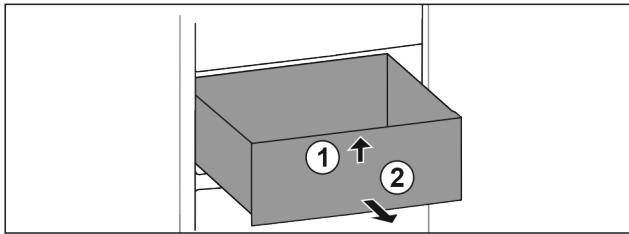

Fig. 15
- ▶ 抬起抽屉前部。Fig. 15 (1)
- ▶ 朝前取出抽屉。Fig. 15 (2)